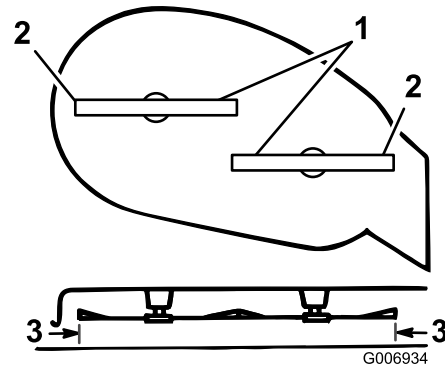

Figure 36
- Tournez prudemment les lames pour qu'elles soient parallèles dans le sens transversal (Figure 36).
- Mesurez la distance entre les tranchants extérieurs et le sol plat (Figure 36). Si les deux mesures diffèrent de plus de 5 mm, réglez les lames et poursuivez cette procédure.